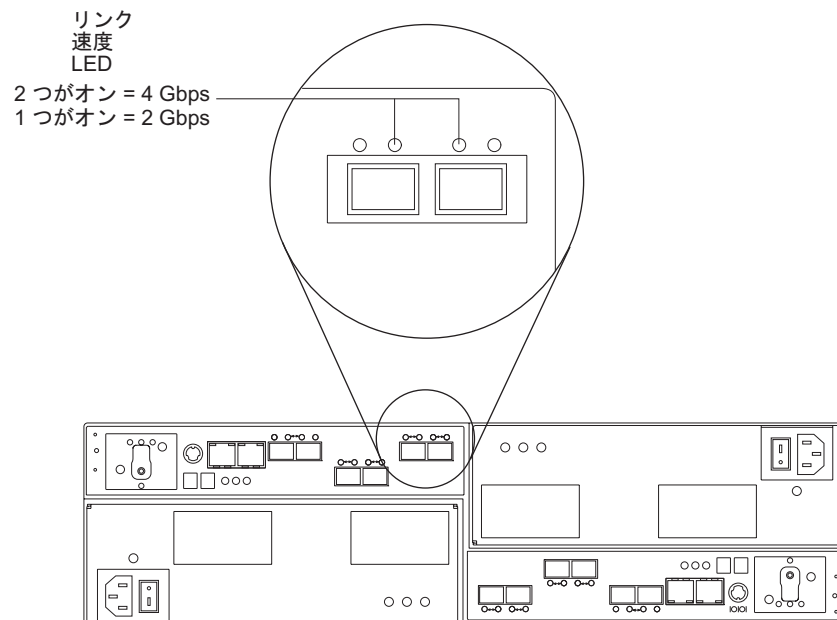

図 81. リンク速度 LED
- リンク速度インディケータ LED を見つけます。図 81 に、ストレージ・サブシステムの背面にあるリンク速度表示ライトの位置を示しています。
4. リンク速度スイッチを見つけます。155 ページの図 81 に、コマンド・モジュールの前面にあるリンク速度表示ライトの位置を示しています。